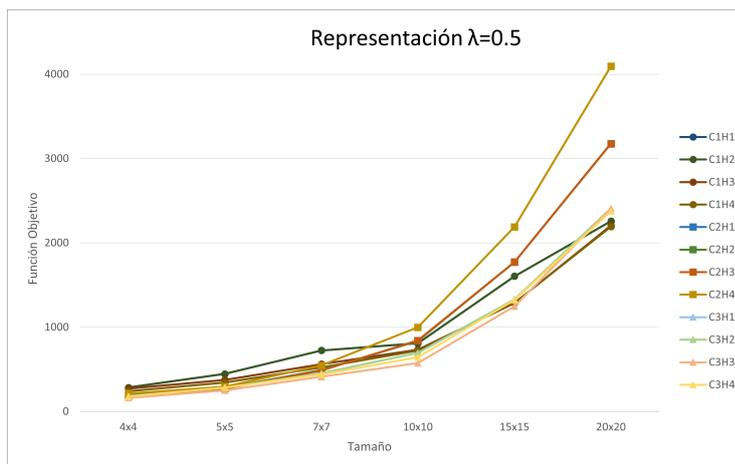

Figura 4.39 Representación General $\lambda = 0,5$ (Elaboración propia).
- $\lambda = 0,5$ → Es el caso en el que se pondera con un 50% el valor del Core Idle Time y con un 50% el valor del Makespan. Tras visualizar la Figura 4.39 la Heurística que proporciona en promedio mejores resultados es C3H3 aunque para instancias con tamaño superior a 15x15 resulta mejor opción C1H4.